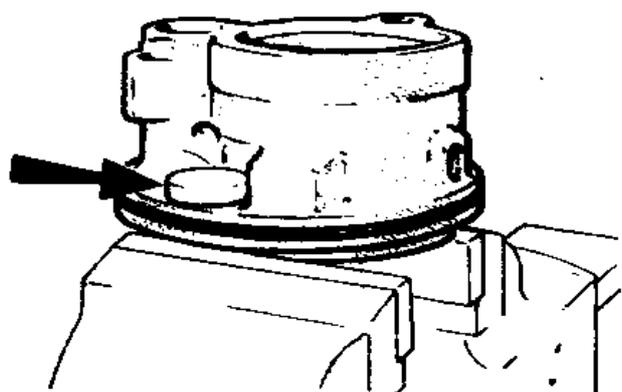

Рис. 11.61. Магнит насоса (показан стрелкой) (Разд. 41)
15. Снимите сальник вала; соблюдайте осторожность, чтобы не повредить его посадочное место в корпусе. Снимите и промойте магнит (Рис. 11.61).